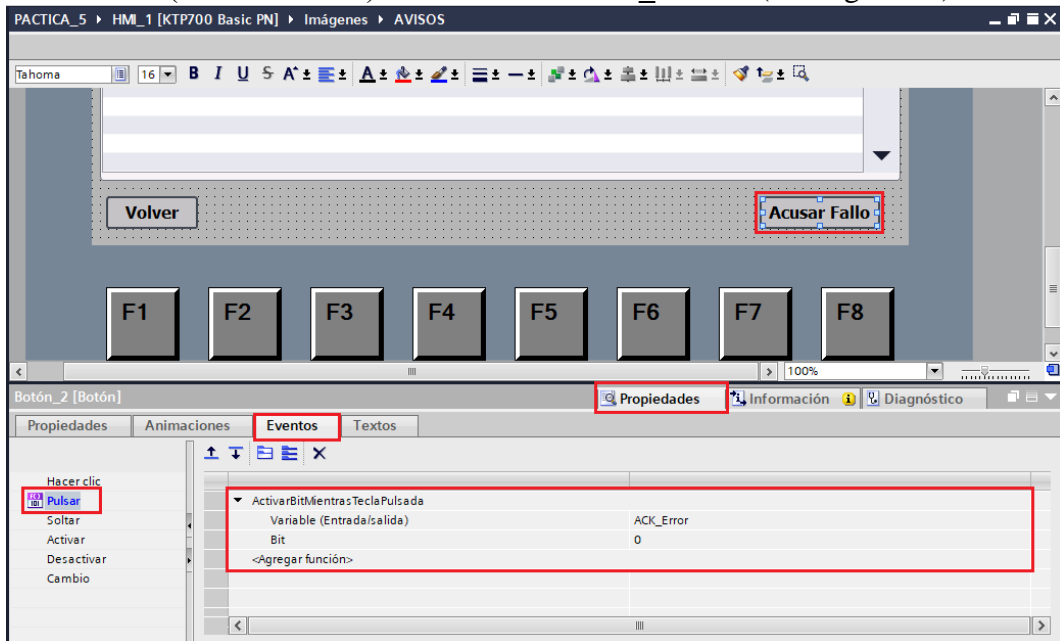

Figura 47. Configuración botón Acusar fallo.
- En “Variable (Entrada/Salida)” seleccionar “ACK_Error” (ver Figura 47).